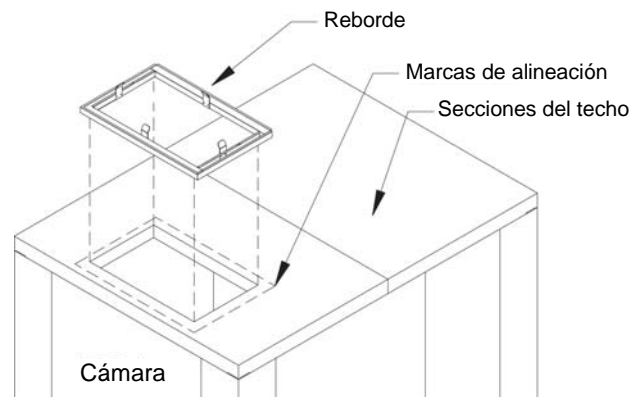

Figura 3
2. Retire el papel de la empaquetadura y coloque el reborde, con el lado de la empaquetadura hacia abajo, en la línea marcada con el lápiz. Presione firme hacia abajo. **Nota:** Es muy difícil que el reborde se mueva después de que la empaquetadura se adhirió a la sección del techo. Consulte la Figura 3
2. Retire el papel de la empaquetadura y coloque el reborde, con el lado de la empaquetadura hacia abajo, en la línea marcada con el lápiz. Presione firme hacia abajo. **Nota:** Es muy difícil que el reborde se mueva después de que la empaquetadura se adhirió a la sección del techo. Consulte la Figura 3.